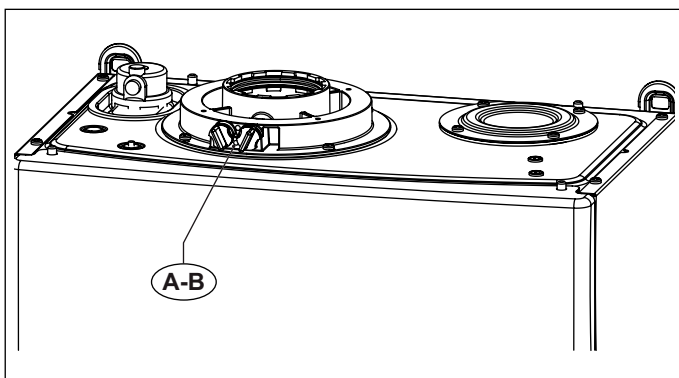
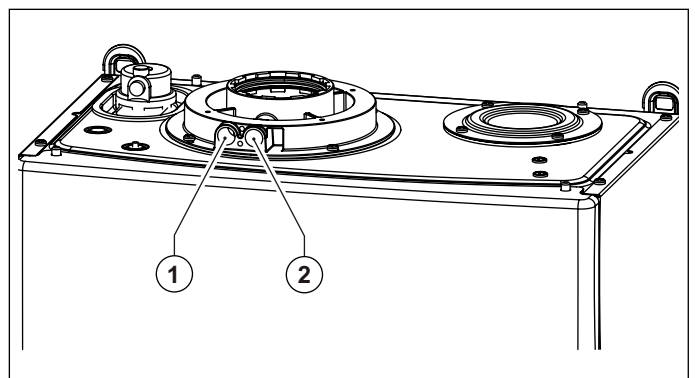

Fig. 15 Poziția bușoanelor
Fig. 16 Poziția orificiilor
Centrala termică este prevăzută cu un turn pentru racordarea conductelor de aspirație aer/evacuare gaze arse (vezi Fig. 15 Poziția bușoanelor și Fig. 16 Poziția orificiilor).
În turn au fost prevăzute orificii pentru accesul direct al aerului de combustie și pentru evacuarea gazelor arse (vezi Fig. 16 Poziția orificiilor).
Înainte de a efectua măsurătorile înlăturați bușoanele **A|B** și **B** din orificiile prevăzute pe turn (vezi Fig. 15 Poziția bușoanelor).
- măsurarea aerului de combustie preluat din orificiul **1** (vezi Fig. 16 Poziția orificiilor).
- măsurarea temperaturii gazelor arse și a CO2 prelevat din orificiul **2** (vezi Fig. 16 Poziția orificiilor).
Cablurile termostatului trebuie conectate la bornele (1) și (2) ale plăcuței electronice (vezi Fig. 16 Schema electrică RTFS și Fig. 20 Schema electrică CTFS) după ce a fost eliminată puntea furnizată cu centrala termică. *Scheme electrice*) după ce a fost eliminată puntea furnizată cu centrala termică.